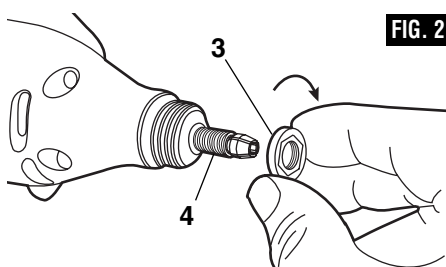

FIG. 2
3. While pressing the shaft lock button on your rotary tool, thread the magnet **3** onto the output shaft **4** all the way down to the shoulder of the shaft (Fig. 2).
3. Tout en appuyant sur le bouton de blocage de l'arbre de votre outil rotatif, vissez l'aimant **3** à fond sur l'arbre de sortie **4** pour l'amener en butée contre l'épaule de l'arbre (Fig. 2).
3. Mientras oprime el botón de fijación del eje de la herramienta giratoria, enrosque el imán **3** en el eje de salida **4** completamente hacia abajo hasta el resalto del eje (Fig. 2).